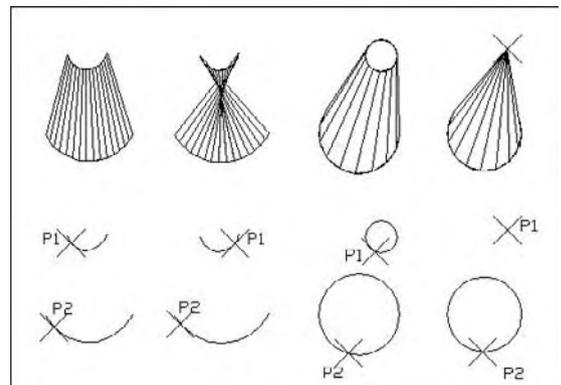

Fig.6.3
- 1 Exécutez la commande de création à l'aide de l'une des méthodes suivantes (fig. 6.3) :
Il est important de pointer les deux courbes plus ou moins au même endroit pour éviter le croisement de la surface (voir exemple 1 et 2 de la fig. 6.3).